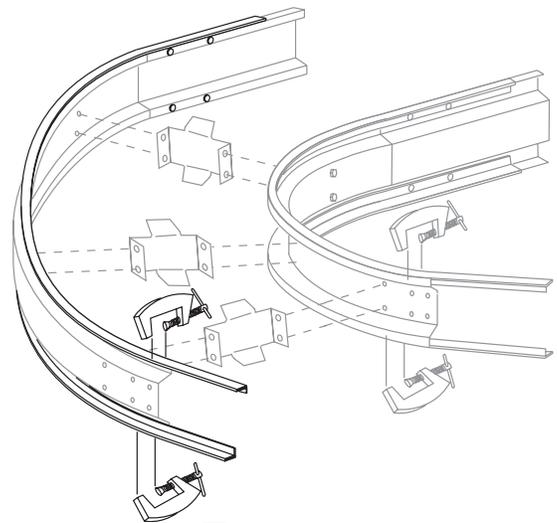

図9
5. 側部フレームとウェアストリップの底面が完全に一致したら、締め付け装置を使用して固定します。図9を参照してください。